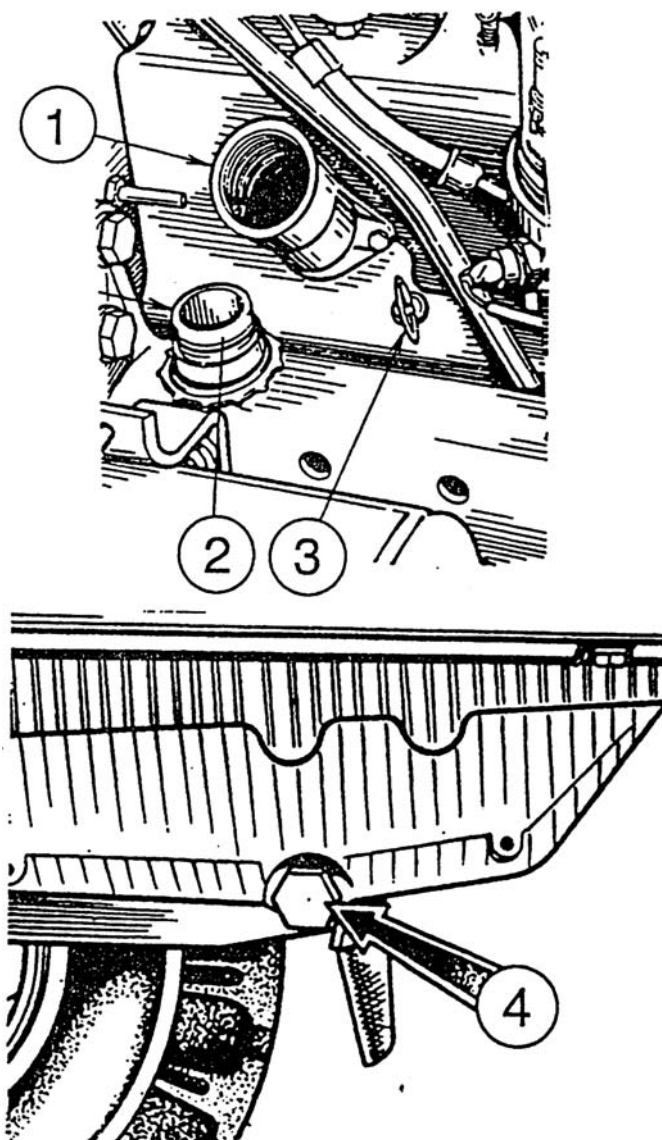

Рисунок 7.15 – Замена масла в двигателе
- снять крышку 2 (рисунок 7.15) с маслозаливной горловины 1 и свинтить сливную пробку 4, предварительно подставив под сливное отверстие емкость для сбора и хранения отработанных масел.